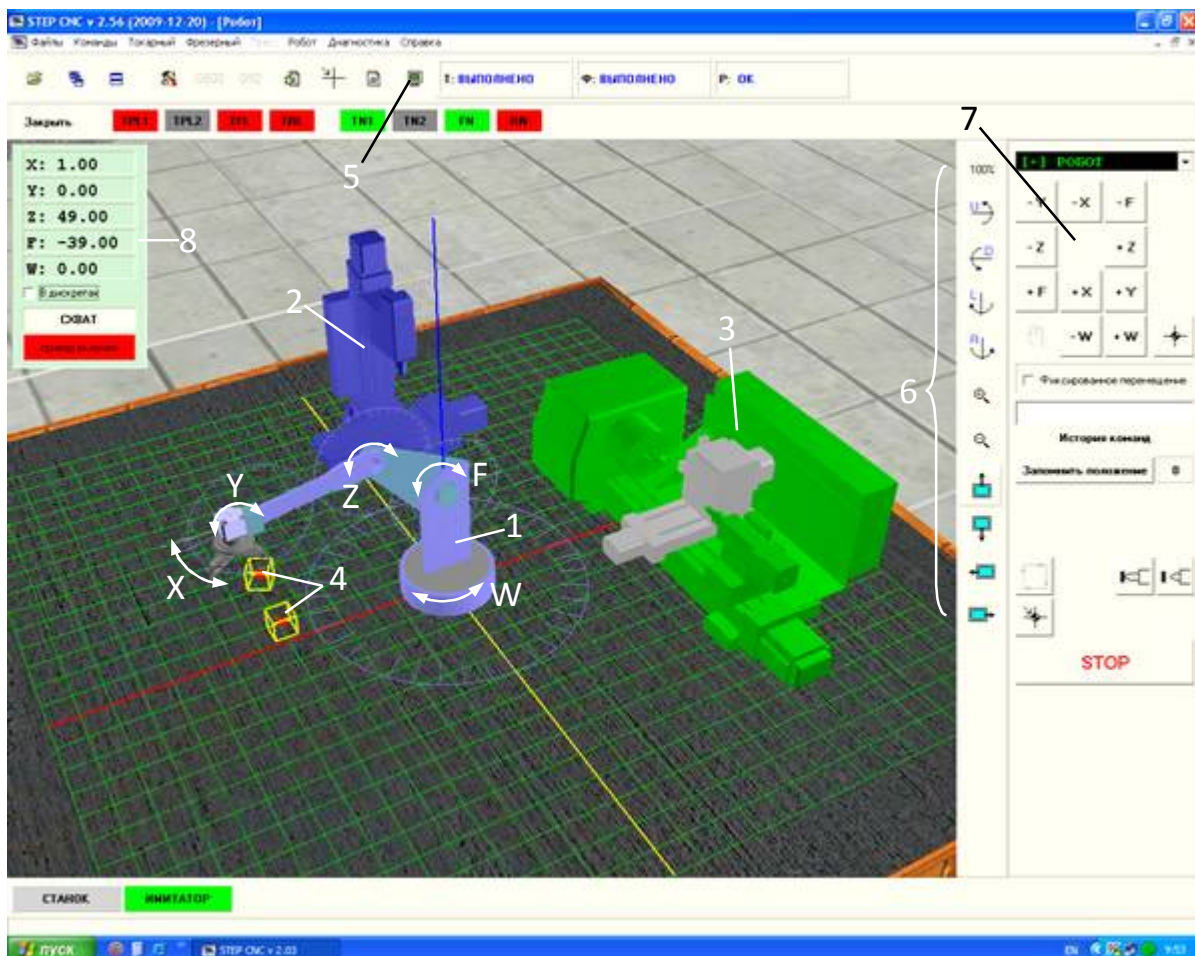

Рис. 1 Интерфейс имитатора ГПС
Имитатор гибкой производственной системы представляет собой загруженную в компьютер программу *STEP CNC*. Интерфейс программы показан на рис. 1.
5. Используя кнопки панели ручного (отладочного) управления роботом (7) (рис. 1) наблюдать отработку всех пяти обобщённых координат. Выявить при этом: